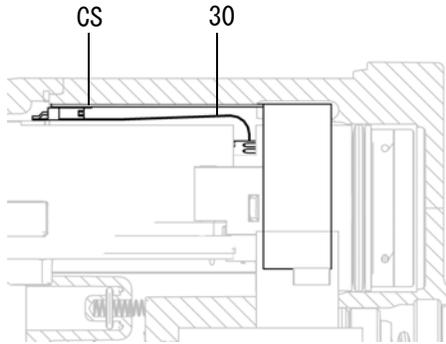

図 36. フレキシブル回路の接続
- 電源 / タービンアセンブリを、ガン本体 (10) に挿入します。接地ストリップ (EE) がガン本体に接していることを確認してください。
**Smart モデルのみ：** 6 ピンフレキシブル回路 (30) のコネクタの位置をガン本体上部のソケット (CS) と合わせます。図 36 を参照してください。